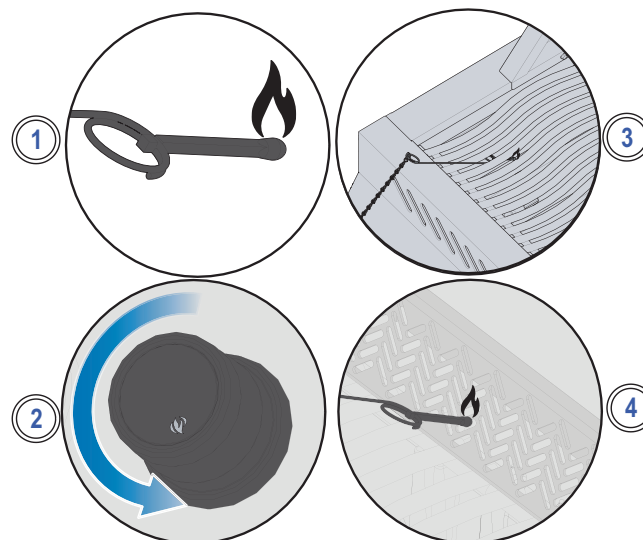

Рис.3
5. Поворачивая соответствующую ручку управления горелкой в положение максимум. **(Рис. 3).**